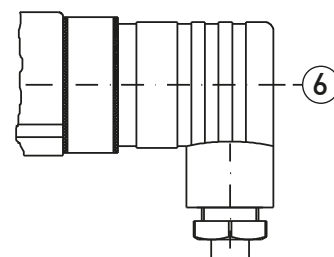

Fig. 6
- ✚ Enfoncez la boîte de raccordement sur le raccord électrique et serrez la vis centrale ⑥ (→ fig. 6).